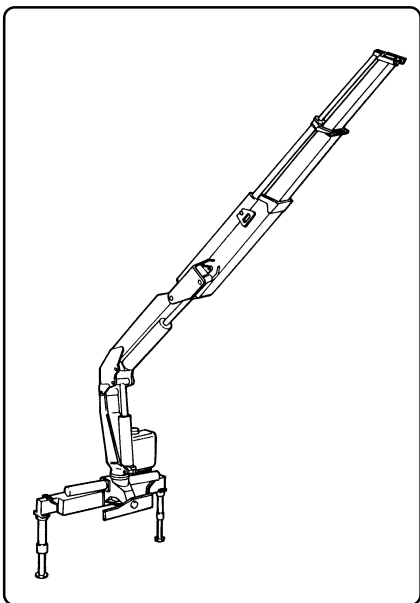

fig. 8.5.11
- a) aprire completamente tutti i martinetti della gru (fig. 8.5.11), compresi gli stabilizzatori, azionando anche la rotazione a finecorsa (del lato opposto a quello di chiusura della gru).
- a) *fully open all the crane cylinders (fig. 8.5.11), including the outriggers, and slewing system rotating the crane at the stroke end opposit to the crane boom folding position.*